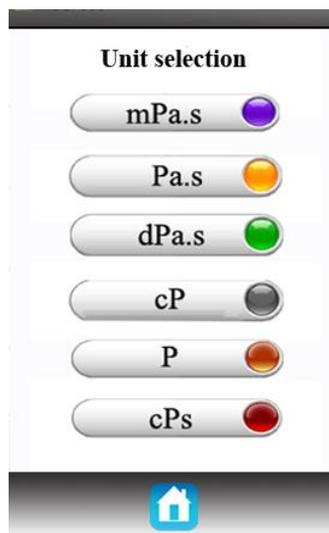

Fig. 4
3. Sélection de l'unité : cliquez sur \gg dans l'option, la Fig. 4 s'affiche alors. Sélectionnez une unité puis retournez au menu principal.